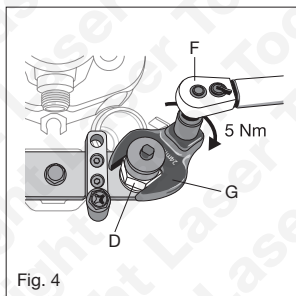

Fig. 4
7. Zie afbeelding 4: Stel de momentsleutel **F** in op **5 Nm** rechtsom draaien.